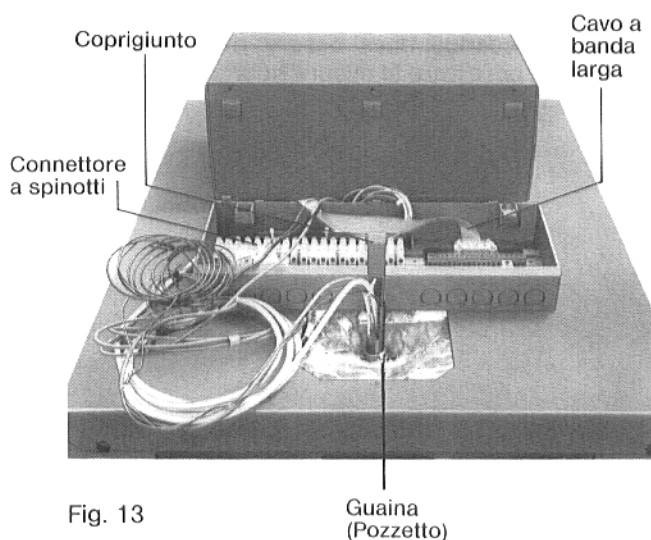

Fig. 13
6.2 Inviare il **cavo del bruciatore** da sotto nella basetta del quadro comando, ed avvitare quest'ultima al coperchio del mantello caldaia (le viti necessarie sono nella basetta) (Fig. 13).
6.5 Eseguire il **collegamento a connettori fra la parte superiore del quadro comando e la basetta**, secondo le marcature (Fig. 13).
6.6 Togliere il **coprigiunto** scorrevole dell'apertura al centro, sul lato posteriore della basetta del quadro comando (Fig. 13).
6.7 Srotolare i **capillari di tanto**, che le sonde di temperatura possano venire introdotte nella guaina (pozzetto), al punto di misurazione (Fig. 13).